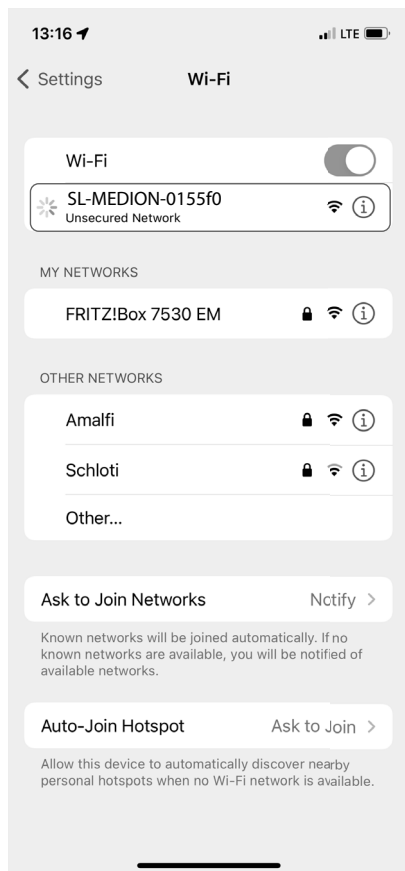

Fig. 7
- ▶ Sur votre smartphone/tablette, sélectionnez maintenant le réseau du robot aspirateur **SL-MEDION-XXX** sous « Réseaux disponibles » (**voir fig. 7**).